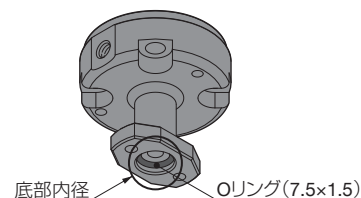

図8
- ①ロボットハンドフランジ底部内径に付属のOリング(7.5×1.5)を装着してください。(図8参照)